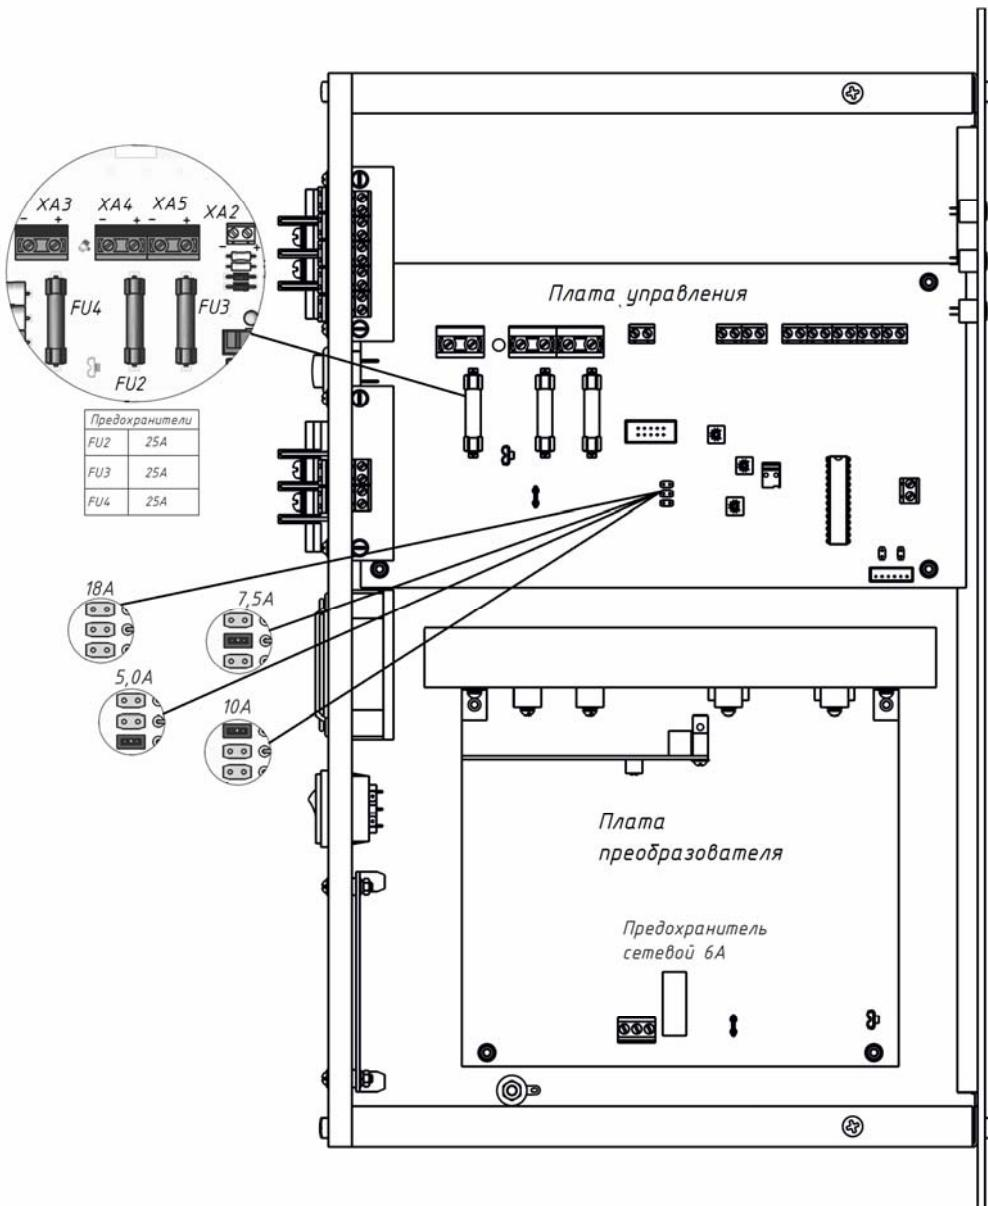

Рисунок 3 Общий вид источника со снятой крышкой
В режиме «РЕЗЕРВ» происходит разряд АКБ и понижение напряжения на ее клеммах. При понижении напряжения на клеммах АКБ внутренний индикатор «АКБ» желтого цвета свечения (см. рисунок 3) будет мигать (1 раз в сек) если напряжение АКБ ниже $11,2 \pm 0,2$ В но выше $10,5 \pm 0,2$ В.
Источник обеспечивает ограничение тока заряда АКБ. Выбор одного из четырех значений ограничения тока заряда АКБ осуществляется установкой/удалением соответствующей перемычки типа «джампер» (см. рисунок 3) в соответствии с рекомендациями таблицы 2.
- ◆ Установите перемычками требуемое значение ограничения тока заряда АКБ (см. рисунок 3);
- ◆ Проверьте наличие и исправность предохранителей, расположенных внутри корпуса (см. рисунок 3);